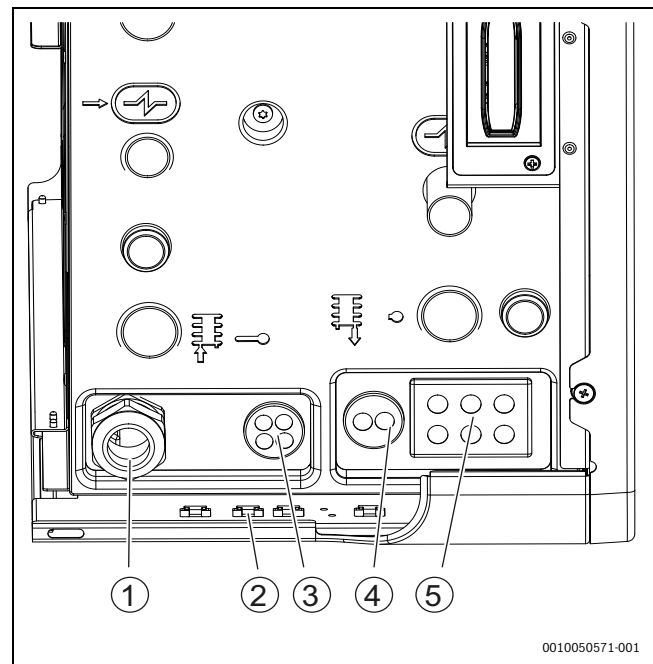
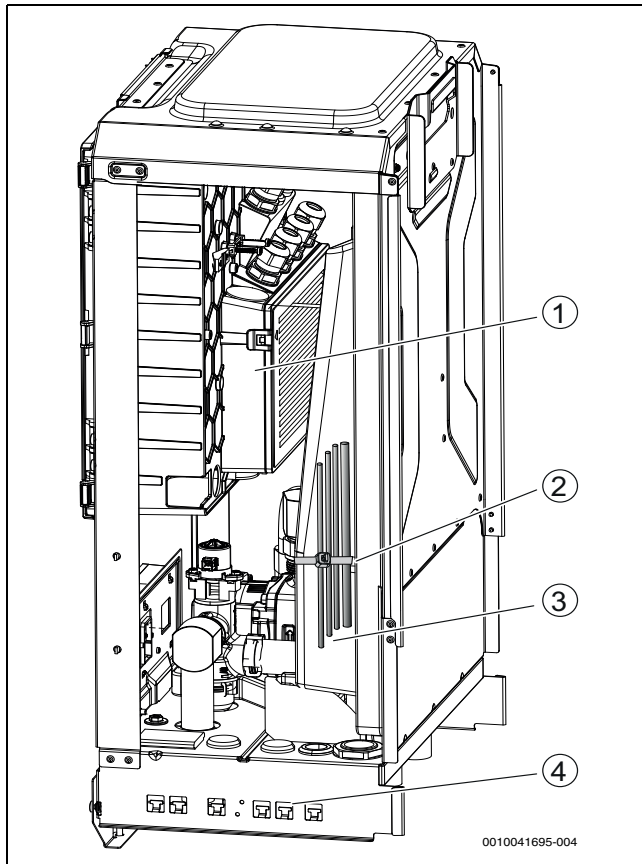

Bild 29 Kabeleinführungen der Inneneinheit
Bild 30 Kabelführung
- Anschlusskabel über die Kabeleinführungen auf der Unterseite der Inneneinheit führen. Die richtige Reihenfolge der Kabel ist Abbildung 29 zu entnehmen.
- Kabel mit Kabelbindern an den Befestigungspunkten befestigen (→Abbildung 29 [3], Abbildung 30 [2], [4]). Darauf achten, die Kabel nicht über Kreuz zu verlegen.
- Kabel in der Inneneinheit verlegen und befestigen (→Abbildung 30).
- Nach dem Einführen des Kabels die Kabelverschraubung festziehen (→Abbildung 29 [1])